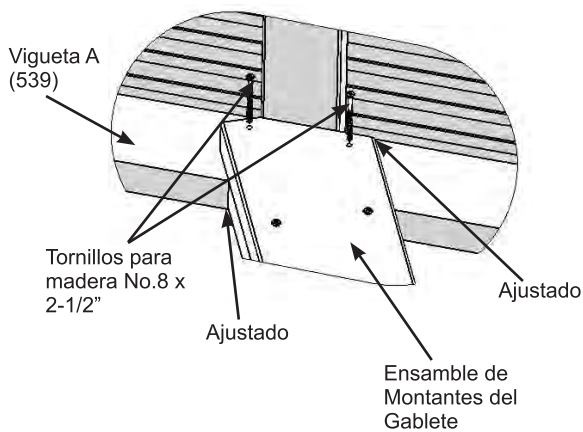

Fig. 10.7
C: Fije sin ajustar cada Vigueta A (539) al interior de cada Ensamble de Vigas Laterales con un Soporte de Vigueta a Viga por Vigueta usando un perno hexagonal de 1/4 x 2" (con dos arandelas grandes de 1/4-5/16" y una tuerca de seguridad de 1/4") por soporte. Empuje el centro de los Paneles del Techo hacia arriba para que las aberturas caladas de las viguetas encajen en el Ensamble de Vigas Laterales. Luego, fíjelos con cinco Tornillos de cabeza plana No.10 x 1-1/4" por soporte. Una vez instalados los Tornillos, ajuste los pernos. (fig. 10.7, 10.8 y 10.9)